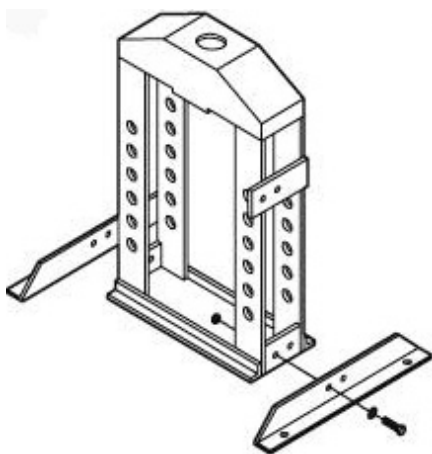

Abb. 6: Befestigung der Tisch-Werkstattpresse
Schritt 2: Die Füße am Gestell der Tisch-Werkstattpresse mit den beigefügten Schrauben und Muttern (Abb. 6) anbringen. Die Tisch-Werkstattpresse mit einer Wasserwaage exakt ausrichten durch Einstellen mit den Fundament-Schrauben und mit Unterlegblechen. Die exakte Ausrichtung der Maschine in regelmäßigen Abständen (vierteljährlich) prüfen.